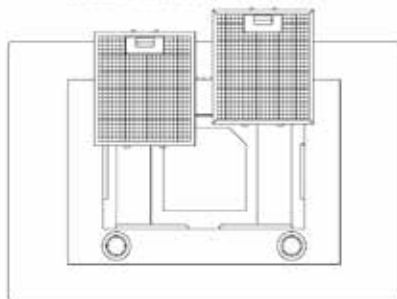
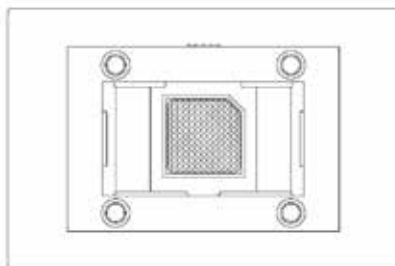

Fig. 33
Fig. 34
- Para a fixação do filtro de carvão ativado, retirar os filtros metálicos (fig. 33) e fixá-lo na base inferior do corpo da coifa através da sua base imantada (fig. 34). Após recolocar os filtros metálicos.